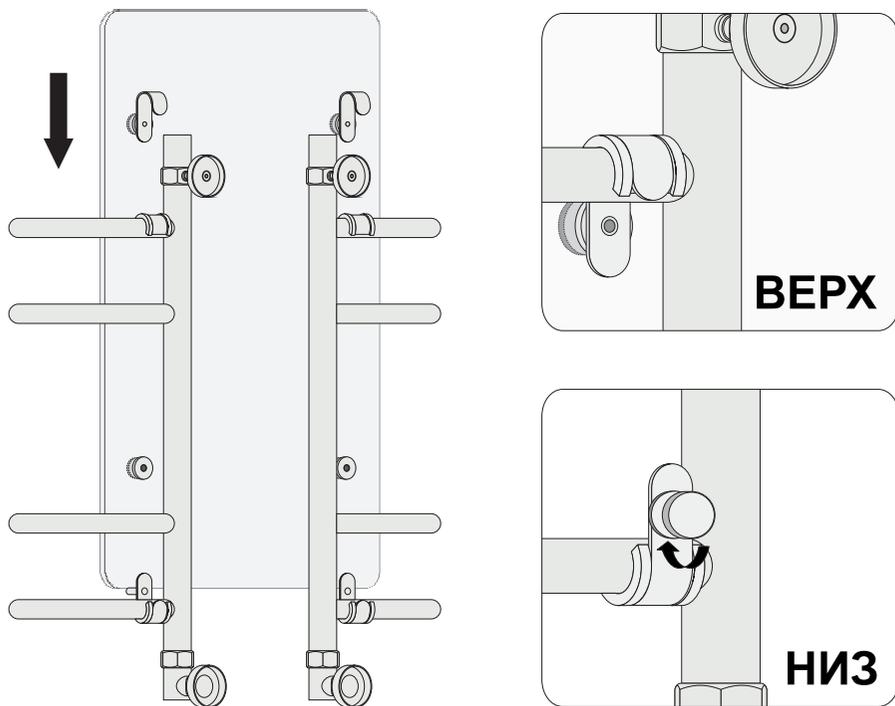

Рис.3
2.6. Аккуратно завести панель между коллекторами и перемычками и повесить на втулки (рис. 3).